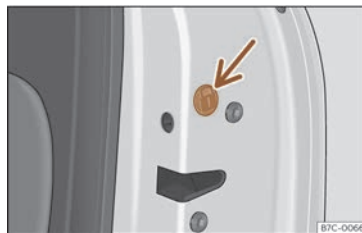

Fig. 77 Verrouillage d'urgence de la porte.
- Si nécessaire, retirez le joint en caoutchouc ☒ sur la partie avant de la porte >>> fig. 77.